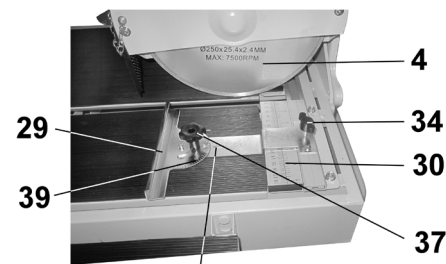
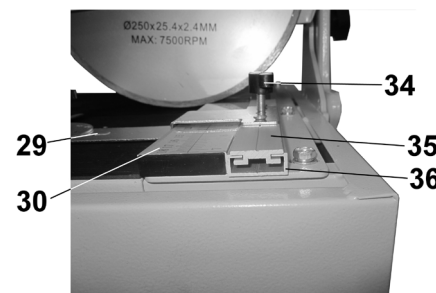

Рис. 9
Рис. 10
9.2.4. Установите ползун (35), Рис. 10, в пазу планки (36). Винтом крепления (34) закрепите регулируемый упор (29) на планке (36) в выбранном положении по шкале фронтального упора (30). Установите на требуемый угол по транспортиру (39) и указателю (38) положение планки регулируемого упора (29); положение зафиксируйте винтом (37), Рис.9, 10.